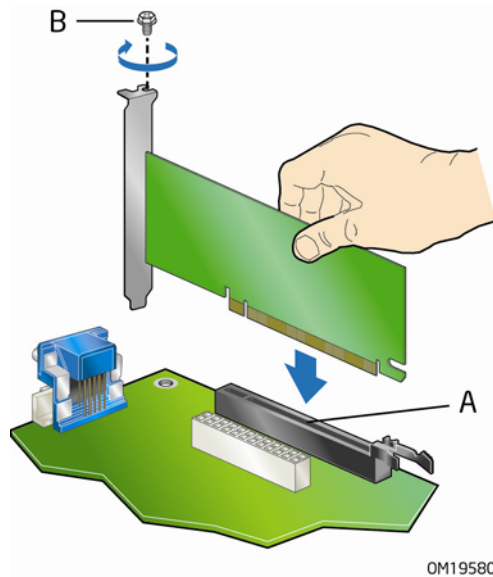

图 21. 安装 PCI Express x16 卡
2. 将卡放入 PCI Express x16 连接器（图 21 中的 A），向下推压卡的边缘，直到它完全卡入 PCI Express x16 连接器，使卡的固定槽口完全与围绕固定架的卡固销子卡扣啮合。
3. 用螺丝将卡的金属支架固定到机箱的背面板上（图 21 中的 B）。